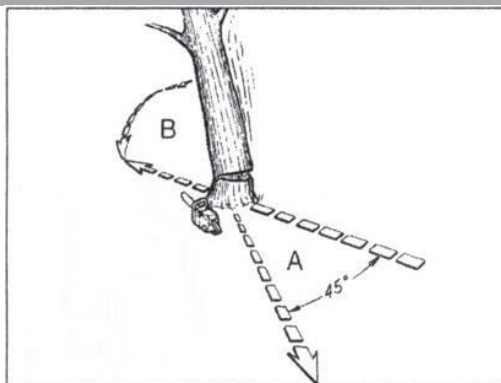

Рис.3
Дерево должно начать падать, когда основной пропил (D) приблизится к точке опоры (F). Уберите пилу из пропила, выключите двигатель, опустите цепную пилу и покиньте территорию по обозначенному пути эвакуации (Рисунок 3).